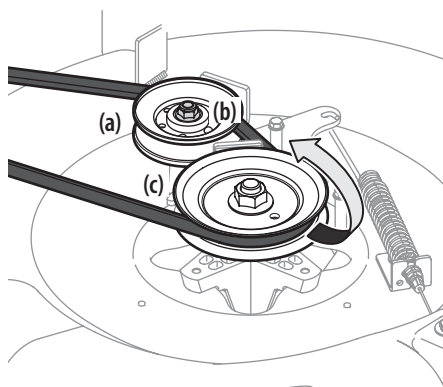

Figure 37
7. Desserrez le contre-écrou à bride (b) qui fixe la poulie de tension (sur les plateaux de coupe de 24" seulement) (a) afin de créer assez d'espace pour retirer la courroie. Retirez la courroie autour de la poulie d'entraînement (c) et de la poulie de tension (a) du plateau de coupe. Voir Figure 37.